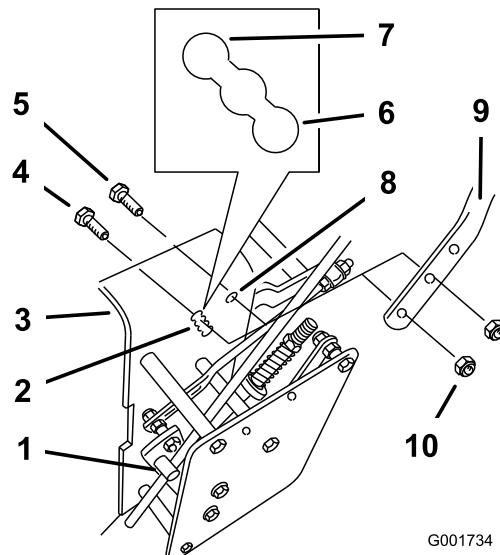

Figura 23
2. Afloje los pernos con arandela prensada superiores (3/8 x 1-1/4 pulgada) y la tuerca con arandela prensada que sujetan el manillar al bastidor trasero (Figura 23).
3. Quite los pernos inferiores con arandela prensada (3/8 x 1 pulgada) y las tuercas con arandela prensada que sujetan el manillar con el bastidor trasero (Figura 23).
5. Ajuste la longitud de la varilla de control girando la varilla de control en el acoplamiento (Figura 23).